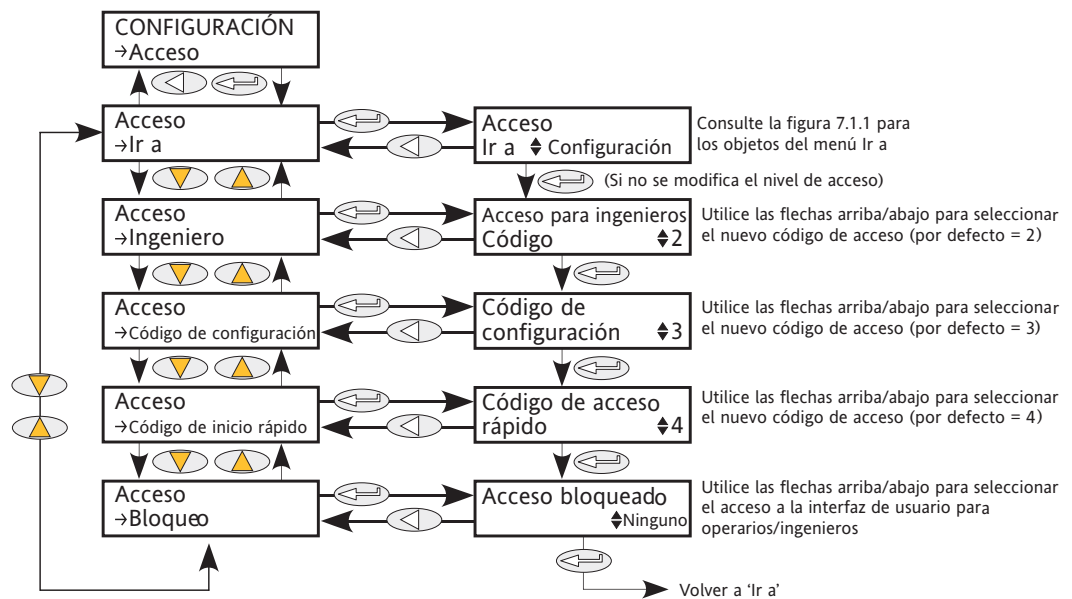

Figura 6.3.2a Menú GoTo
1. El usuario puede salir del menú de configuración y acceder a un nivel de acceso distinto. Los niveles de operario e ingeniero del menú no exigen código de acceso, pues se considera que están en un nivel de seguridad inferior al de configuración. (La figura 6.3.2a muestra el diseño del menú).